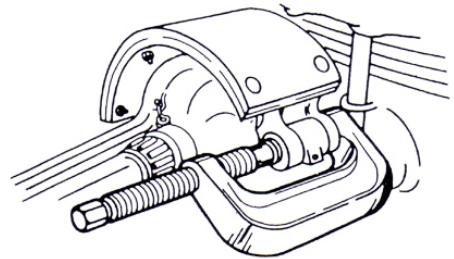

FIGURA 3
2. Posicione la prensa tipo "C" sobre la araña del freno como se muestra en la Figura 3.